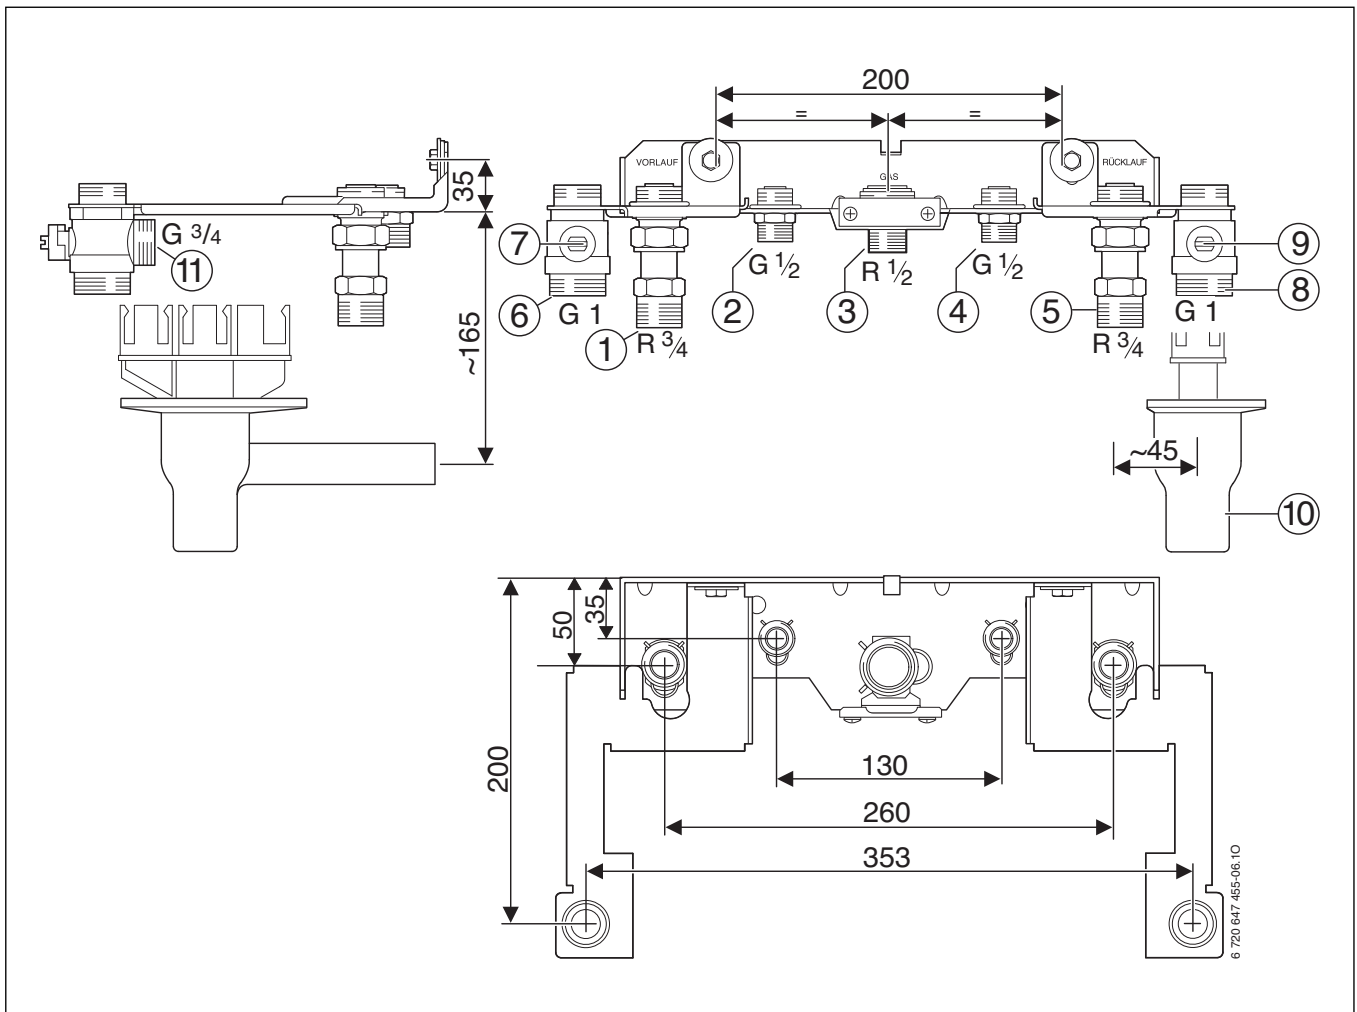

Bild 11 Beispiel: Montageanschlussplatte U-MA mit Pufferspeicheranschlüssen
- Das Ausdehnungsgefäß direkt am Pufferspeichervorlauf anschließen (→ Bild 11, [11], Seite 17).